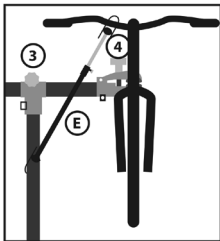

Figure 4
Pour éviter les mouvements involontaires de la fourche de la roue avant, il est possible d'utiliser le support de guidon (E). (voir figure 4). Le support de guidon est fixé avec ses boucles de sangle au guidon et au tube vertical du support de montage. Pour ce faire, placer la sangle autour des tubes correspondants et la boutonner. Le support pour guidon est réglable en longueur. Pour cela, desserrer la vis de blocage, ajuster le support à la longueur souhaitée et resserrer la vis de fixation. Si la position du vélo déjà fixé au support de montage doit être modifiée, nous recommandons l'aide d'une deuxième personne pour éviter les accidents.